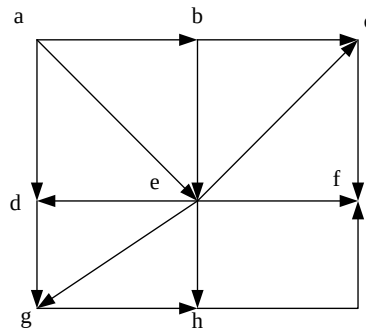

Рис. 3
3. Для направленного графа электрической сети, показанного на рис.3, выделить дерево и хорды, пронумеровать ветви, составить матрицы $\mathbf{M}$, $\mathbf{N}$, $\mathbf{Y}_y$ (последняя – в общем виде).